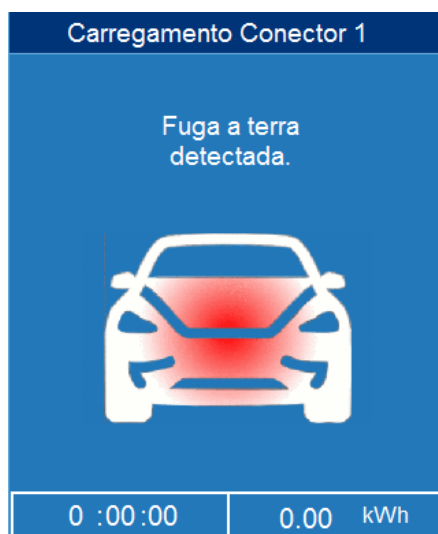

Figura 5.13: IHM - Fuga a terra.
- **Falha de fuga a terra:** no display da estação de recarga será apresentada uma mensagem conforme figura 5.13 (para modelos com IHM).